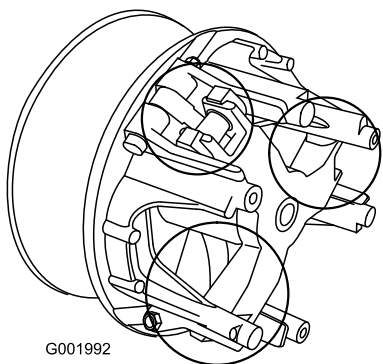

Figura 60
- Lubrifique as peças móveis nas áreas assinaladas com um círculo em Figura 60 utilizando o Dry Lubricant Spray da Toro, disponível no revendedor ou distribuidor autorizado Toro.